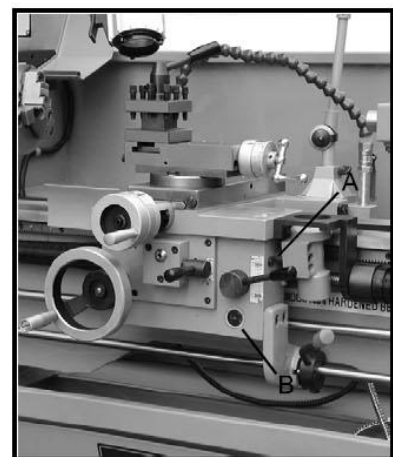

Рис. 6
3. **Фартук** — Масло должно быть залито до индикаторной отметки на смотровом стекле уровня масла (передняя часть фартука – А, Рис. 6). Доливайте маслом Shell Turbo T-68 или равноценным ему. Снимите масляную крышку (В, Рис. 6) Для осушения переместите сливную пробку на верхнюю часть фартука. После первых трех месяцев работы полностью осушите и вновь залейте. Затем меняйте масло в фартуке каждый год.